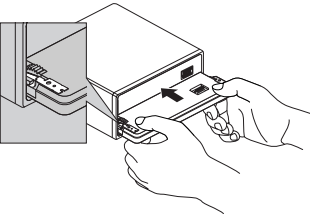

Fig. 12
2. Remettez la face avant en place sur l'appareil. (Fig. 12)